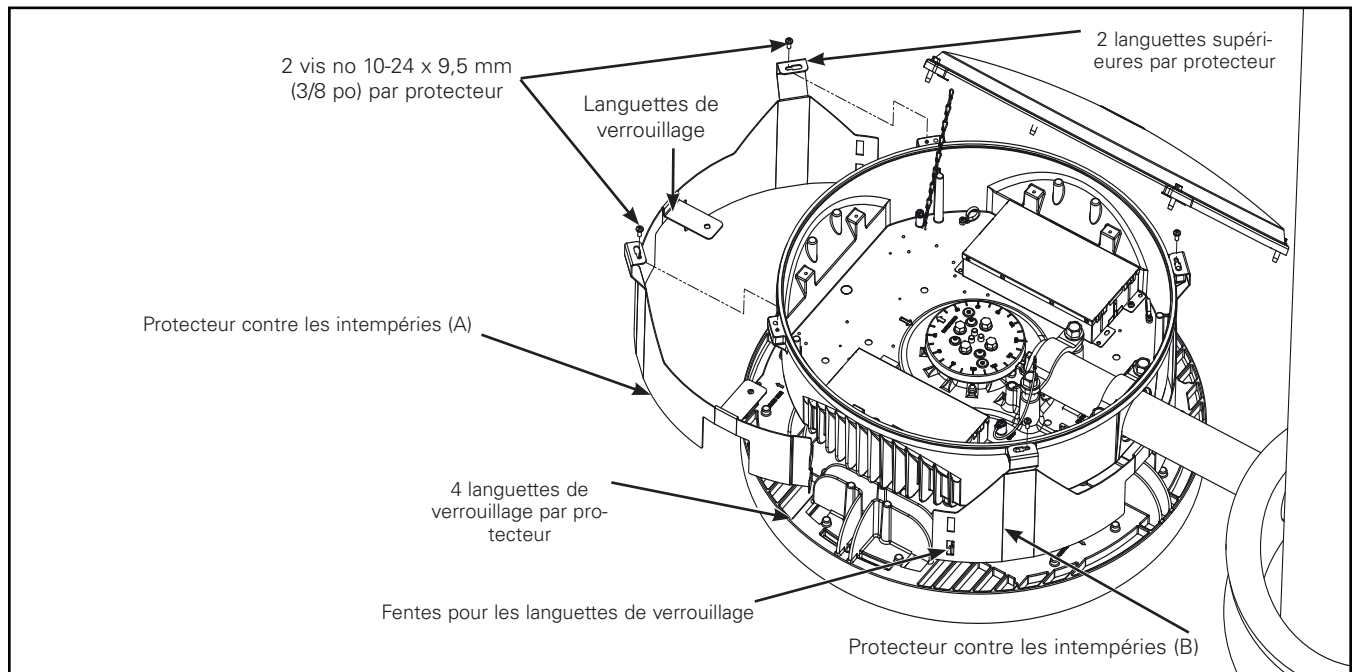

Figure 9.
3. Le protecteur contre les intempéries est fourni en 2 morceaux, étiquetés A et B (Figure 9). Glissez le protecteur contre les intempéries A, les deux languettes supérieures, sur les deux emplacements de fixation du couvercle du boîtier. Alignez délicatement les encoches du protecteur contre les intempéries sur les ailettes du boîtier DEL et installez les 2 vis 10-24 x 9,5 mm (3/8 po). Serrez à 20 po-lb.